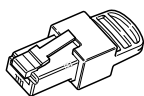

Рис. 2-2 Сетевые терминаторы Xanbus
- Сетевые терминаторы (Рис. 2-2) – Сеть Xanbus следует должным образом ограничить с обеих сторон сетевыми терминаторами. Если не ограничить сеть должным образом, ухудшится качество сигнала, и характеристики сети ухудшатся. Постоянная конфигурация без терминаторов не поддерживается Xantrex. Один терминатор входит в комплект системной панели управления. В зависимости от схемы расположения сети, этот терминатор может понадобиться вставить в какое-либо другое устройство сети.